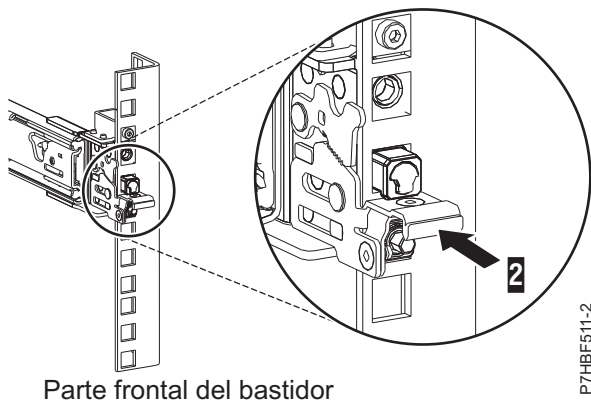

Figura 6. Pestillo asentado en el raíl frontal del bastidor
- Al tirar del raíl deslizante hacia adelante, asegúrese de que las tres patillas sobresalen de los orificios del bastidor y, a continuación, presione el pestillo frontal (2) hasta el final. Para conocer detalles, consulte la Figura 6.